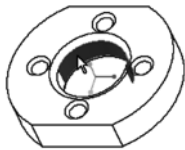

图 9-31 选择要修改的曲面
- 2 在功能区中选择“柔性建模”标签以打开“柔性建模”选项卡，接着选择如图 9-31 所示的内圆柱曲面。